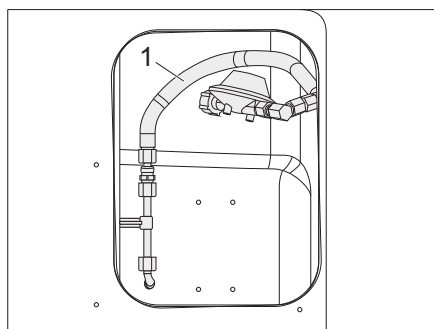

Fig. 67 Allacciamento del tubo del gas alla linea di alimentazione
- Avvitare il tubo del gas premontato (Fig. 67,1) alla linea di alimentazione del veicolo.